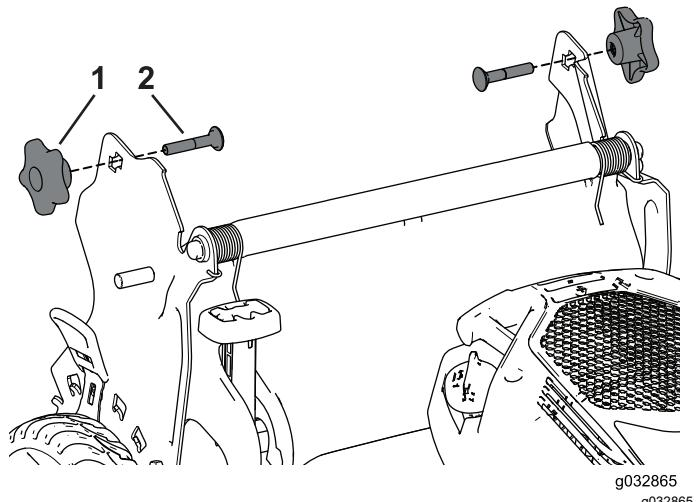

Figura 22
3. Introduzca el perno de cuello cuadrado (con la cabeza del perno en el interior) por el soporte del manillar y el orificio superior del extremo del manillar. Asegúrese de que los bordes cuadrados de los pernos de cuello cuadrado encajen en el taladro cuadrado del soporte del manillar correspondiente (Figura 22).